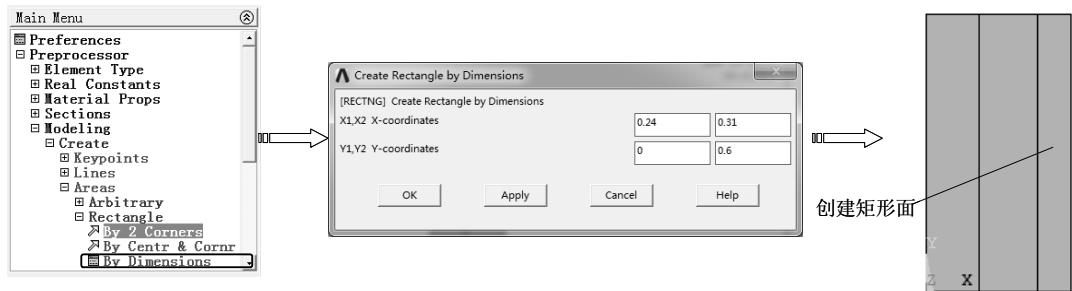

图 8-28 几何尺寸创建矩形面
3) 选择“Main Menu>Preprocessor>Modeling>Create>Areas>Rectangle>By Dimensions”命令，弹出“Create Rectangle by Dimensions”对话框，输入顶点坐标（0.24，0）、（0.31，0.6），创建矩形面，如图 8-28 所示。